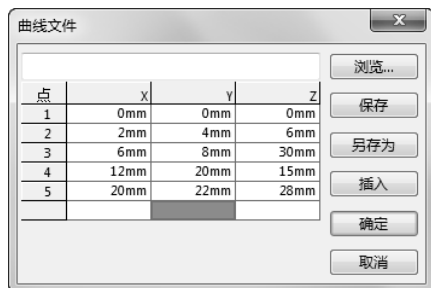
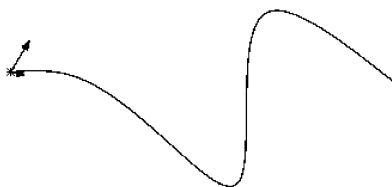

图 3-43 设置好的“曲线文件”对话框
图 3-44 通过 XYZ 点的曲线
6) 图 3-43 所示为一个设置好的“曲线文件”对话框，单击对话框中的“确定”按钮，即可生成需要的曲线，如图 3-44 所示。